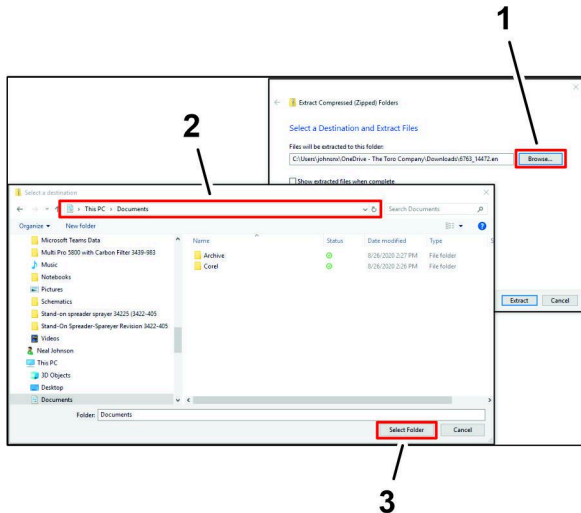

Figura 35
2. Na caixa de diálogo Extract Compressed (extrair comprimido), clique em BROWSE (NAVEGAR) (Figura 35).
3. Na caixa de diálogo Select a destination (selecionar um destino), navegue até à pasta DOCUMENTS (documentos) e clique no botão SELECT FOLDER (selecionar pasta) (Figura 35).